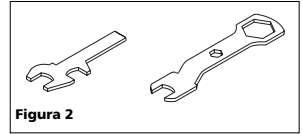

Figura 2
2. Utilice las llaves suministradas para aflojar la contratuerca de la unidad (Vea la Figura 2).